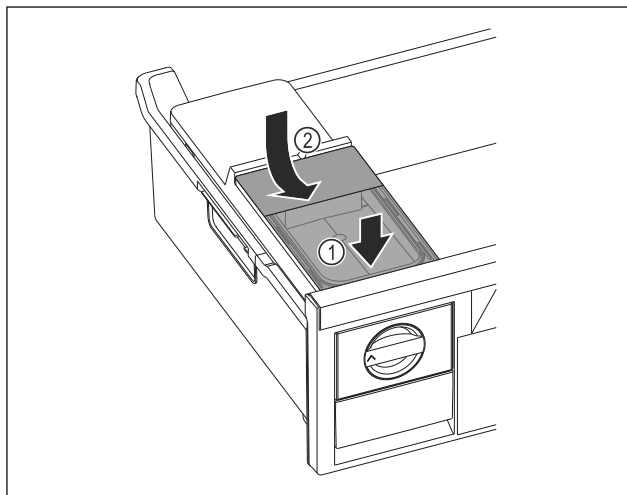

Fig. 104
- ▶ Watertank aan de voorkant plaatsen. Fig. 104 (1)
- ▶ Watertank aan de achterkant laten zakken. Fig. 104 (2)